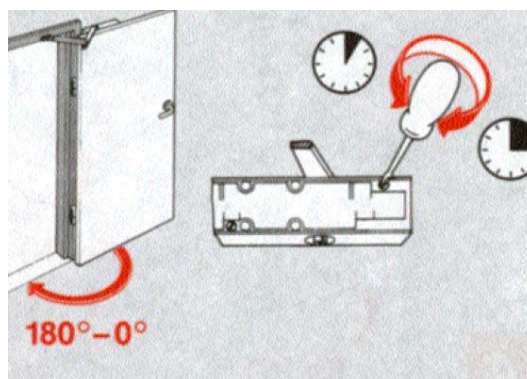

Рис. 15. Регулировка скорости закрывания двери.
6. С помощью регулировочного клапана отрегулируйте скорость закрывания двери. Рекомендуемое время полного закрывания около 6 сек. (**Рис. 15**)
Компания DORMA рекомендует установку стопора для ограничения угла открывания двери (рис. 15).